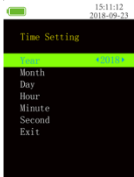

Figura 16 Interfaccia di Impostazione dell'orario
(2) Impostazione dell'orario
Selezionare "Time" (Ora) per accedere all'interfaccia di impostazione, selezionare "Year" (Anno) per visualizzare l'anno corrente come mostrato in Figura 16, premere i tasti UP (SU) o DOWN (GIÙ) per modificare il valore; dopo la selezione, premere il tasto CONFIRM (CONFERMA) per salvare.